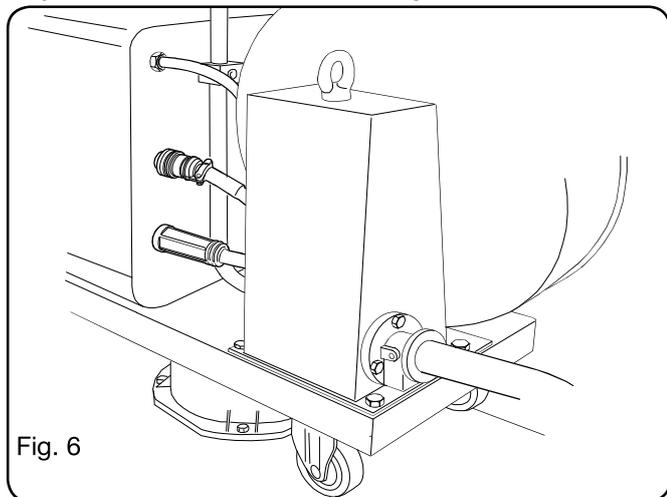

Fig. 6
- Ligue a outra extremidade da conexão FA ao carro de tração do fio, como ilustrado na Fig. 6.